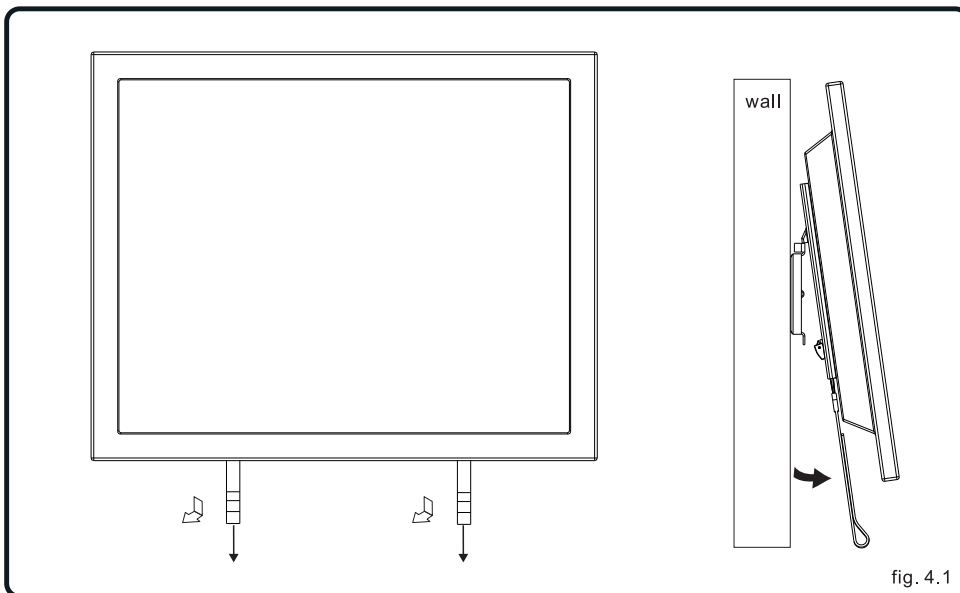

fig. 4.1
- 4** Pentru demontare, scoateti sforile de la dispozitivul de siguranta tragand simultan de acestea in jos apoi scoateti TV-ul din suport asa cum se arata in fig. 4.1.